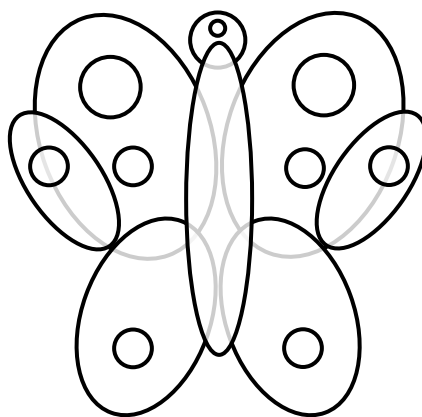

Рис. 1.
- 2) У фигурки медвежонка должны быть следующие обязательные стилизованные элементы, выполненные с помощью пересекающихся окружностей: тело, голова, два уха, две нижних лапы (ноги) и две верхних лапы (руки). Внешний контур фигурки медвежонка получается по внешним краевым линиям геометрической комбинации окружностей. (Для аналогии понимания составления сложной фигуры из нескольких простых геометрических фигур дан пример составления фигуры бабочки из окружностей и овалов (Рис. 1).